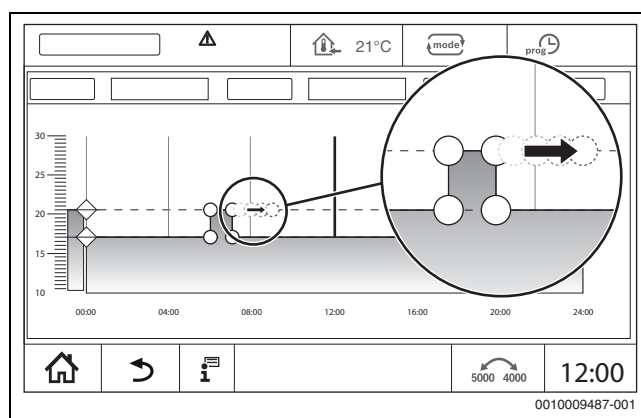

Bild 27 Schaltpunkte verschieben
- Schaltpunkt (→ Bild 27) antippen, eine Sekunde halten und auf die gewünschte Uhrzeit ziehen.